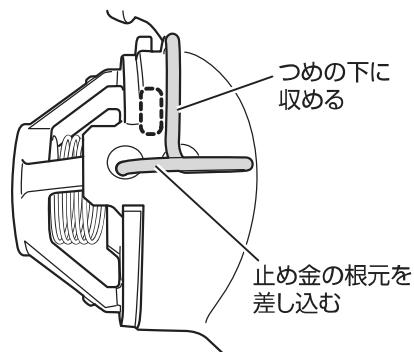

図 53 止め金の根元の差し込み
- 止め金の根元を反対側の止め金の差し込む穴に差し込んでください。(図 53 参照)